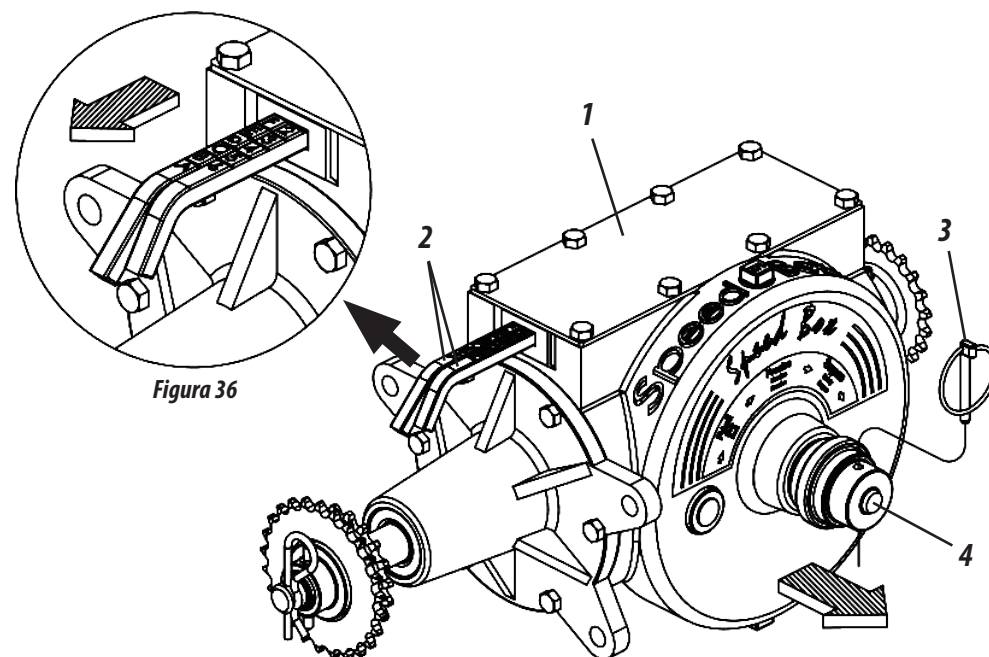

Figura 36
SPEED BOX (FIGURA 36)
- 1- Seleccione la cantidad deseada en las tablas y verifique la combinación correspondiente en las palancas (2). **Ejemplo:** La posición **F2** en la tabla, indica que la palanca con letras debe estar en la posición "**F**" y la palanca con números debe estar en la posición "**2**", como se muestra en la figura 36.
- 2- Para mover las palancas, retire el bloqueo (3), tire de la manija (4), luego ajuste las palancas según el ejemplo anterior. Cuando se complete la combinación, regrese la manija (4) y reemplace el bloqueo (3).